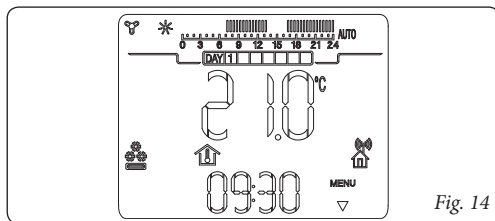

Fig. 14
- **Modalità controllo chiller** (❄️). E' possibile abilitare il CRONO 7 al controllo di un chiller per il raffrescamento di ambienti (per l'abilitazione di questa funzione vedere paragr. 9.3). In modalità "raffrescamento" il CRONO 7 può funzionare in modo automatico o manuale per la descrizione del funzionamento vedi capitolo 6. Sul display viene visualizzato il giorno e l'ora corrente, la temperatura ambiente e la barra oraria con la programmazione giornaliera del timer raffrescamento unitamente ai relativi simboli (fig. 14).